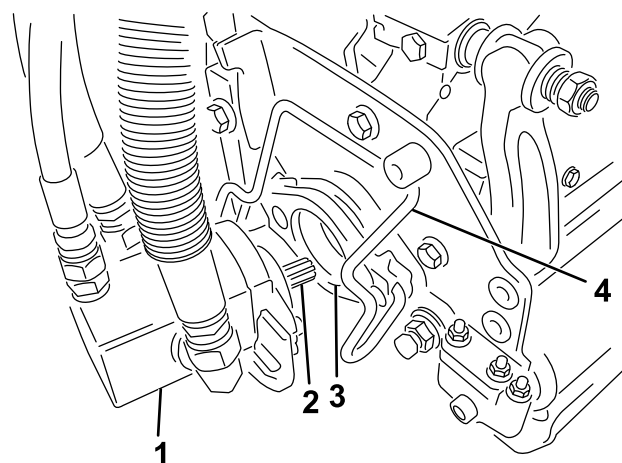

Figura 47
5. Spalmate del grasso pulito sull'albero scanalato del motore dell'apparato di taglio (**Figura 47**).
6. Inserite il motore nel lato sinistro dell'apparato di taglio (come mostrato dalla posizione dell'operatore) e tirate la barra di fissaggio del motore sull'apparato di taglio verso il motore stesso fino a udire chiaramente uno scatto da ambo i lati del motore (**Figura 47**).